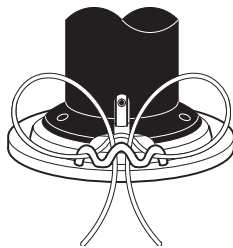

Рис. 11
5. Затем соединить концы корда и продеть их через центральную петлю держателя (Рис. 11).